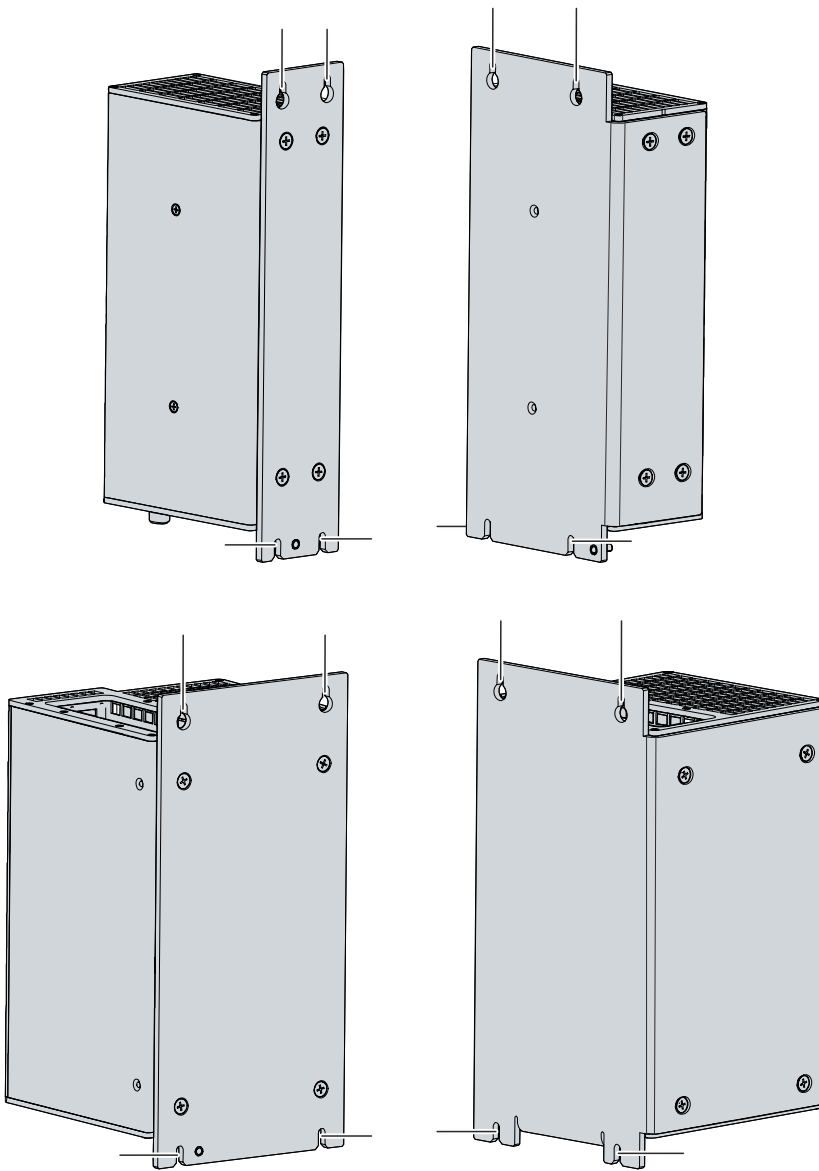

Abb. 16: Schaltschrankeinbau
2. Hängen Sie den PC an den gekennzeichneten Stellen der Montageplatte (siehe Abb. 16) auf die Schrauben.